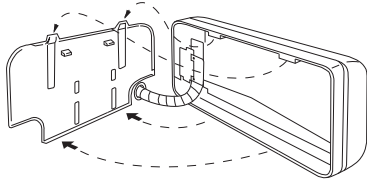

Fig. 3-61
- (2) Passer le câblage, la tuyauterie de réfrigérant et le tuyau de vidange par le trou du mur. Ajuster l'unité intérieure de manière qu'elle soit solidement positionnée sur le panneau arrière. (Fig. 3-61)